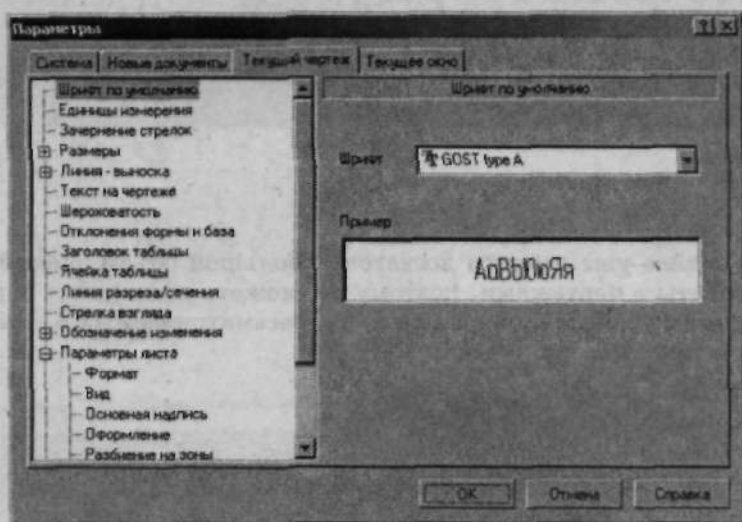

Рис. 4.44. Диалоговое окно **Параметры**
4. В появившемся диалоговом окне **Параметры** на вкладке **Текущий чертеж** щелкните по знаку **+** (Плюс), расположенному рядом с пунктом **Параметры листа** (рис. 4.44).